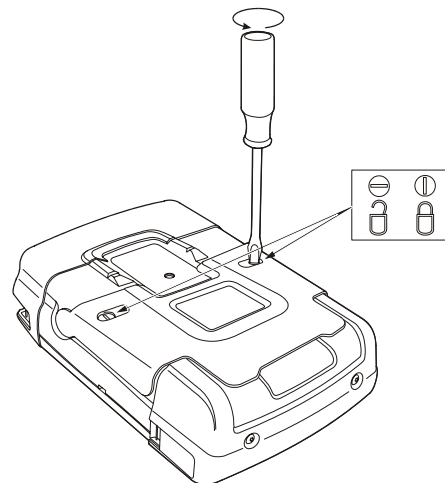

Рис. 42. Разблокировка крышки аккумуляторного отсека
3. Откройте крышку аккумуляторного отсека (Рис. 42)